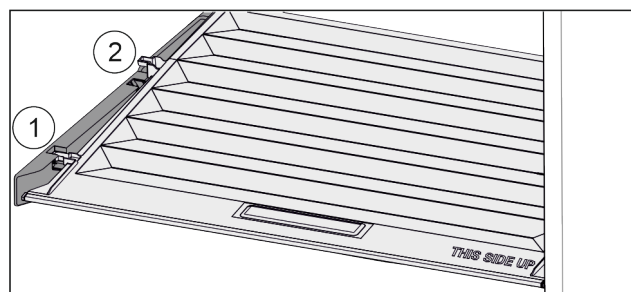

Fig. 26
- ▶ Издърпайте напред Fig. 26 (1) капака до отвора в задържащите части.
- ▶ Повдигнете го отзад отдолу и отстранете Fig. 26 (2) нагоре.